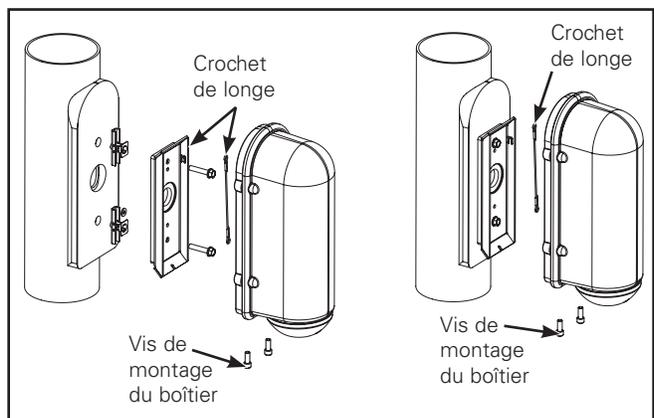

Figure 4.
**Remarque:** Une longueur de 91,44 cm (3 pi) de fils est fournie à l'extérieur du boîtier (Figure 4.)
**Remarque:** Ne pincez pas le câble de la longe lors de l'installation du boîtier. Une fois le boîtier en position, serrez-le à l'aide de (2) vis de réglage. Serrez jusqu'à ce que la vis soit complètement enfoncée.
### Bras de montage sur poteau réglable (Figure 4.)